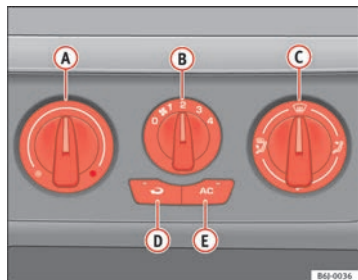

Fig. 86 Sulla plancia portastrumenti: i comandi del riscaldamento
- I comandi ⇒ fig. 86 **A** e **C** e la manopola **B** servono a regolare la temperatura, ad indirizzare il flusso d'aria e a selezionare il livello di potenza del ventilatore.